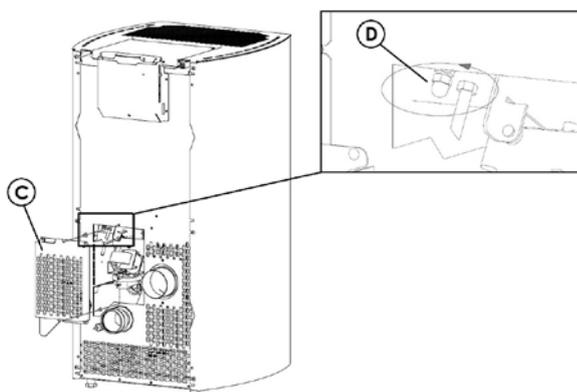

Fig. 33 - Retrait du carter
- Retirer le carter d'inspection « C » placé sur le dos de l'appareil (voir Fig. 33).